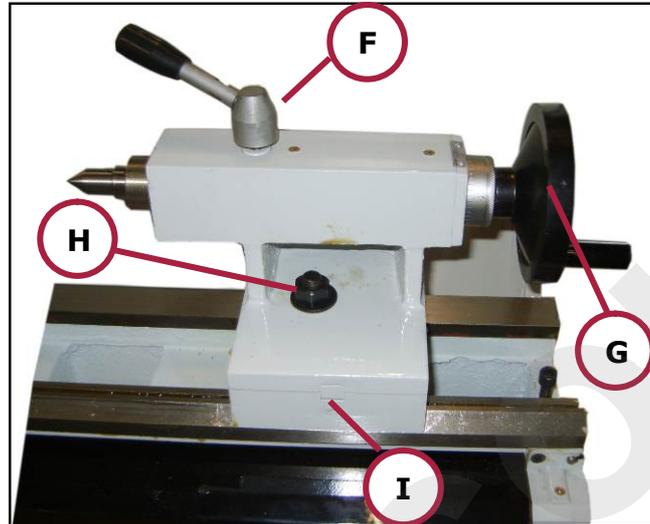

Figura 17 – Leva e volantino della contropunta.
Sulla contropunta vi sono quattro comandi manuali (leve, volantini e viti) che ne consentono la regolazione fine e l'avanzamento (vedere la figura 17).
3. Se necessario, bloccare l'estremità opposta del pezzo tramite la contropunta. A tal proposito, regolare la posizione della contropunta e del canotto, utilizzando la leva ed il volantino di fissaggio appositi (vedere la figura 17).